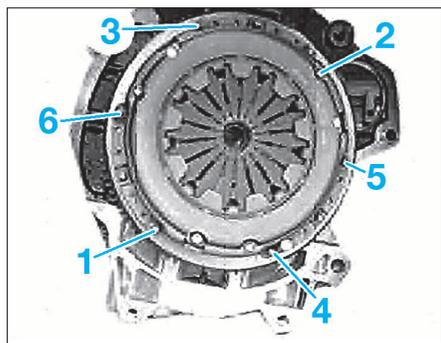

FIG. 2
- Desserrer dans l'ordre indiqué (Fig.2) progressivement et par passes successives les vis de fixation du mécanisme puis dégager ce dernier en récupérant le disque.